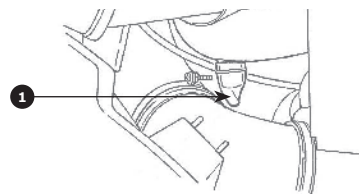
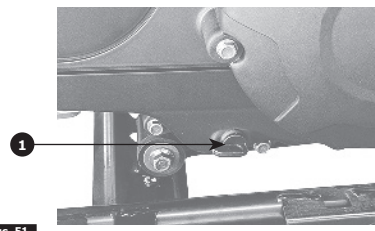
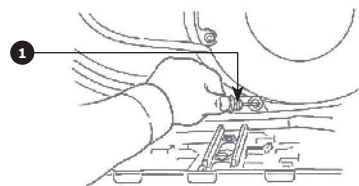
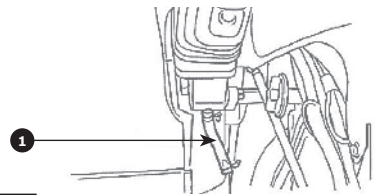

Рис. 50
Рис. 51
Рис. 52
Рис. 53
1. Проверить отстойник  **Рис. 50** воды корпуса воздушного фильтра. Открыть пробку  **Рис. 51** **Рис. 52** вариатора для проверки наличия воды в нём. Проверить отстойник  **Рис. 53** воды в механизме переключения передач. При наличии воды и грязи очистить отстойник.